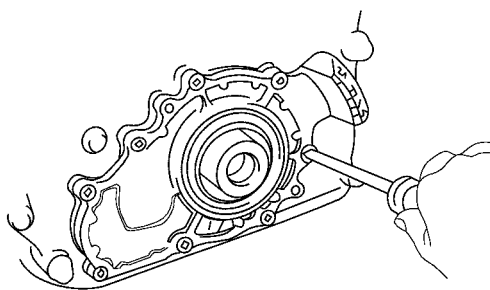

图 3-11 拆下机油泵壳体
(1) 拆下水泵带轮，带风扇的液力偶合器和曲轴带轮。
(2) 拆下机油泵壳体。拧下 8 个螺钉，拆下机油泵壳体和 O 形密封圈。如图 3-11 所示。